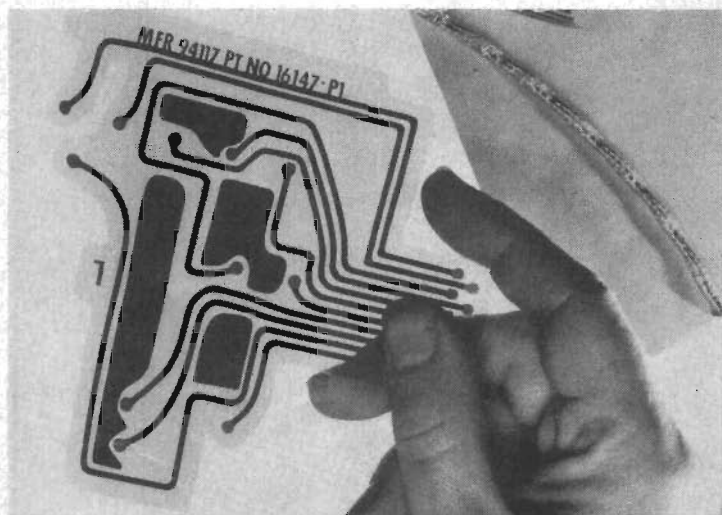

Fig 1. Kapton används bl a för tillverkning av böjliga kretskort.
□ □ Kapton heter ett nytt plastmaterial, som utvecklats av Du Pont Company, se ovan. Vid rumtemperatur har kapton ungefär samma egenskaper som mylar men betydligt större hållfasthet. Kapton har en draghållfasthet av 320 kp/cm² vid 500° C och vid -269° C kan materialet böjas till en krökningsradie av ca 3 mm utan att det brister. För mylar är draghållfastheten 175 kp/cm² vid rumtemperatur. Kapton kan användas bl a för tillverkning av böjliga kretskort, se *fig 1*.